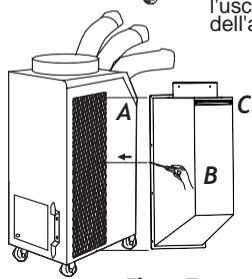

Figura 7
3. Installare "B", assemblato a "C", utilizzando il cacciavite e i bulloni in dotazione (6EA) come nella Figura 7